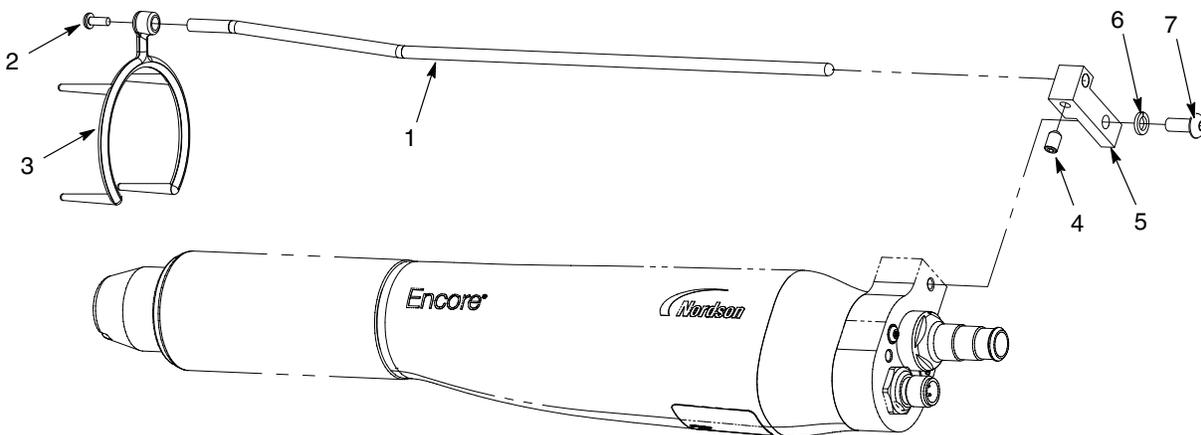

Рис. 1 Монтаж приемника ионов
1. См. рис. 1. Установить монтажный блок (5) на распылитель, используя стопорную шайбу M5 и винт (6, 7).
2. Вставить стержень приемника (1) в блок и зафиксировать установочным винтом M5 x 8 (4).
3. Надвинуть многоточечный наконечник (3) на гайку форсунки и закрепить на стержне приемника винтом M3 (2).
Номера позиций см. на рис. 1.